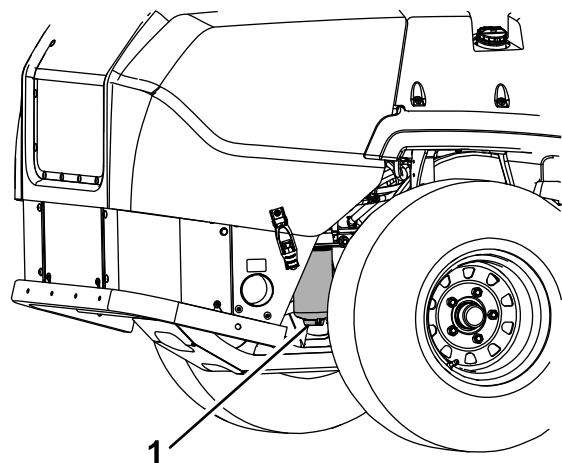

Figura 40
- Abra o tampão de drenagem no separador de água aproximadamente 1 volta para permitir que a água e outros contaminantes drenem (Figura 40).